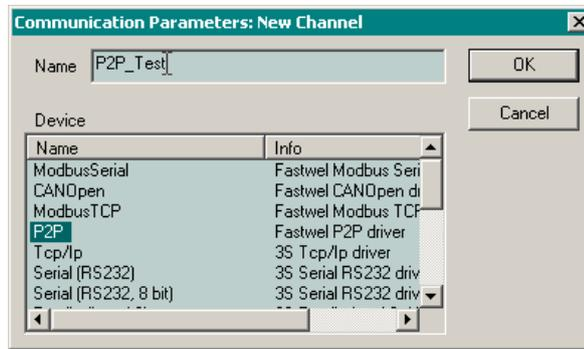
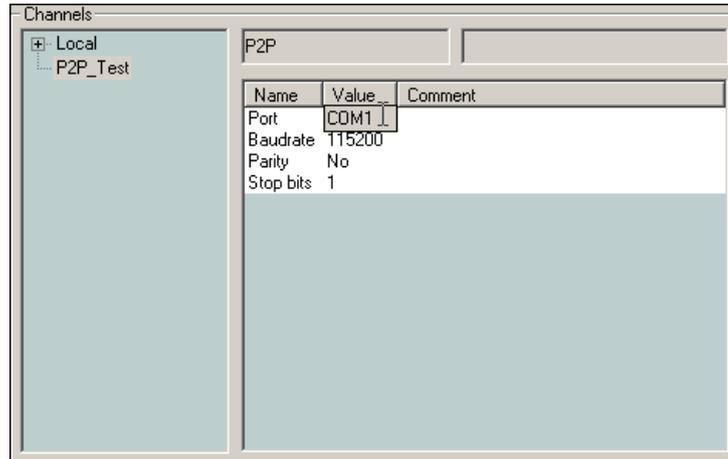

Рис. 50. Создание канала с использованием драйвера Fastwel P2P driver
Рис. 51. Настройка параметров канала
4. Для создания логического информационного канала через последовательный порт нажмите кнопку **New** и в появившейся диалоговой панели введите имя создаваемого канала, а в списке **Device** выберите строку *P2P: Fastwel P2P driver*, как показано на рис. 50, введите имя канала в поле *Name* и закройте диалоговую панель нажатием кнопки **OK**. В древовидном списке **Channels** диалоговой панели **Communication Parameters** появится элемент, соответствующий созданному каналу, а в таблице параметров канала справа – параметры созданного канала, как показано на рис. 51.